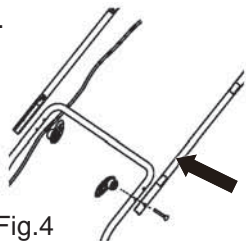
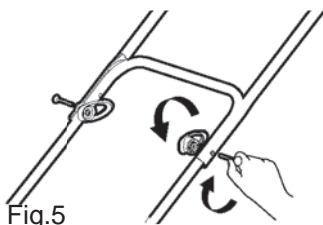

Fig.4
Fig.5
- > Rattachez la barre de liaison [i] à la poignée du bas [j] avec les boulons [12] et les boutons de verrouillage [h] [Fig. 4]. Insérez les boulons dans les trous, serrez les boutons dans le sens des aiguilles d'une montre [Fig. 5].